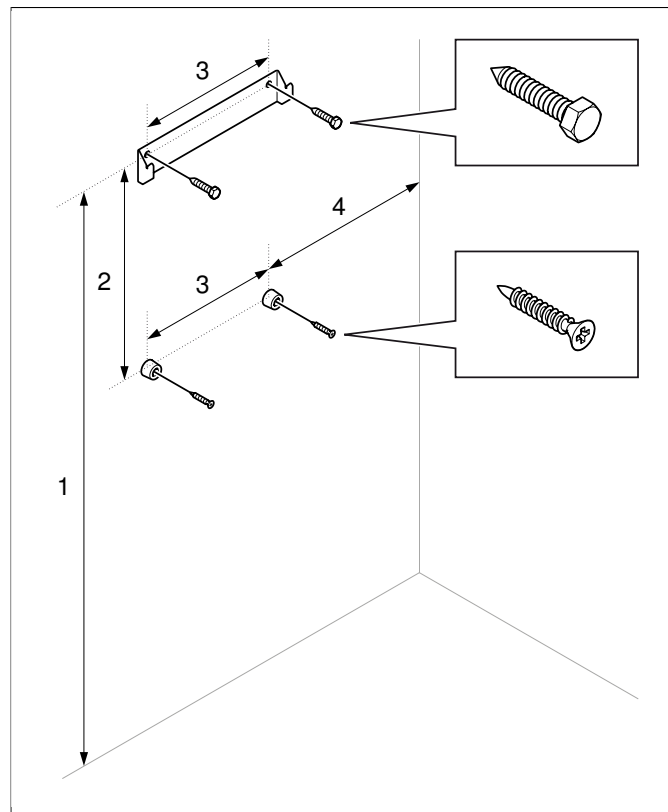

Рисунок 10: Кронштейн с винтами и шайбами
8. Установите кронштейн и шайбы на стене согласно указанным размерам (см. **Рисунок 10**, страница 5).